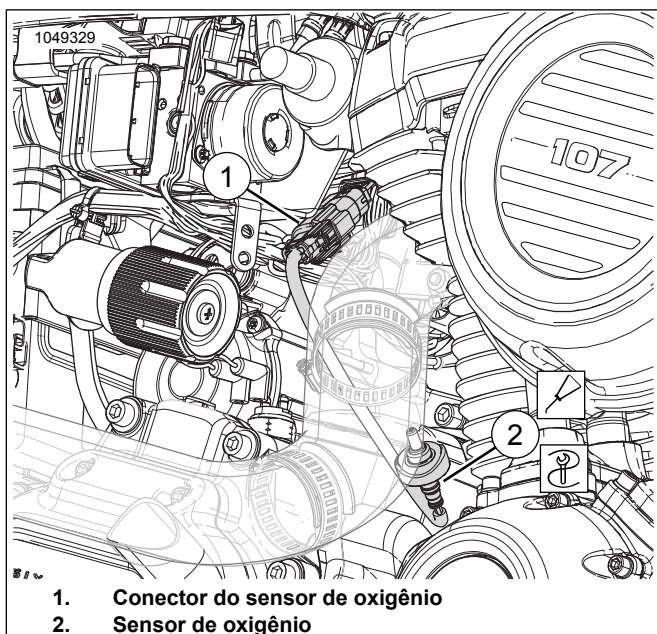

Figura 20. Sensor de oxigênio traseiro
Veja Figura 20. Solte o conector do sensor de oxigênio (1) do chicote de fios principal.